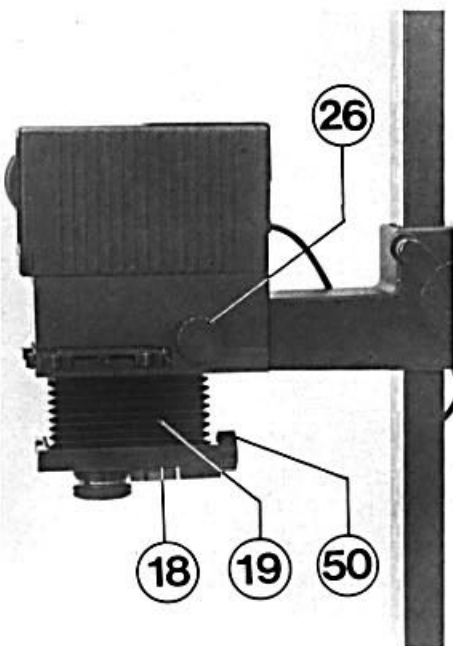

Bild 14
Die Scharfeinstellung erfolgt durch senkrechte Verstellung der Objektivenebene mit dem Scharfeinstellknopf (26) (Bild 14).